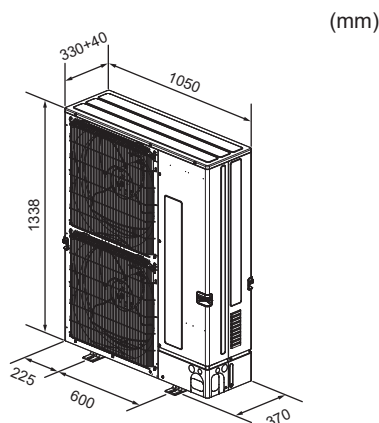

Fig. 2-2
2.3. Utvendige dimensjoner (utendørsenhete) (Fig. 2-2)